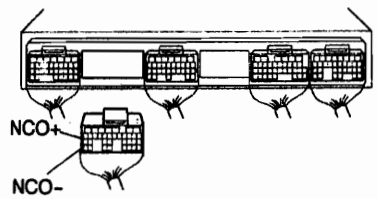

图 3-2-10
② 检查车速传感器与 ECM 间的配线和连接器
② 拆下车速传感器(NCO), 脱开 ECM 连接器, 如图 3-2-10 所示, 检测 ECM 连接器端子 NCO+ 与 NCO- 间的电阻, 20°C 时为 $560\sim 680\Omega$ 。检测 ECM 连接器端子 NCO+、NCO- 与车身接地间的导通性, 应不导通